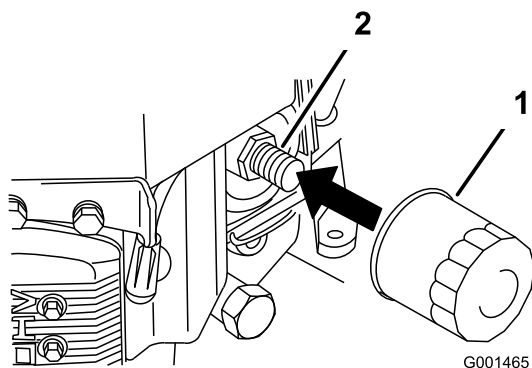

Bild 24
2. Entfernen Sie den alten Filter (Bild 24).
3. Ölen Sie die Gummidichtung am Ersatzfilter leicht mit Frischöl ein (Bild 24).
Gummidichtung den Filterstutzen berührt. Ziehen Sie den Filter dann um eine weitere 3/4 Drehung fest (Bild 24).